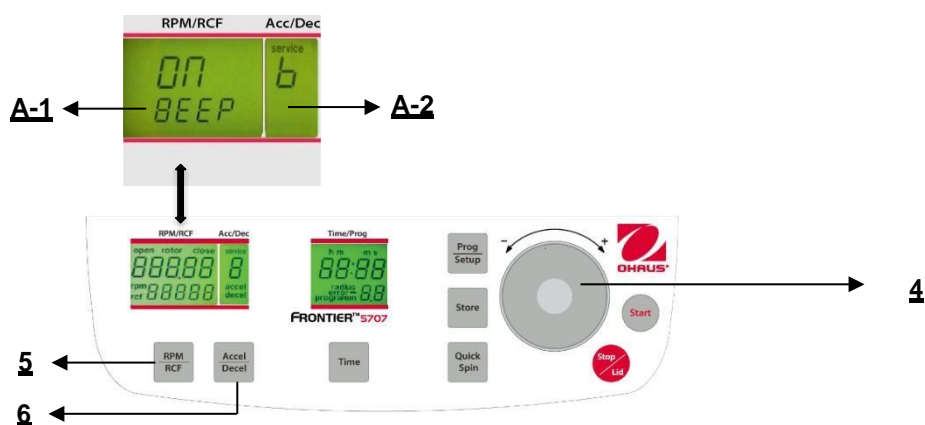

Figura. 32
Procedere come descritto al punto 4.1.2 per inserire questa modalità programma e poi premere il tasto "**Accel/Decel**" (6). Sul display "**Acc/Dec**" (A-2) lampeggia la parola "**Service**". Selezionare adesso la lettera "**B**" con la quadrante di regolazione (4). Di conseguenza, sul display "**RPM/RCF**" (A-1), appare la parola "**ON/BEEP**". Dopo aver premuto il tasto "**RPM/RCF**" (5), è possibile selezionare il suono tastiera con la quadrante di regolazione(4). (Vedere figura 32)